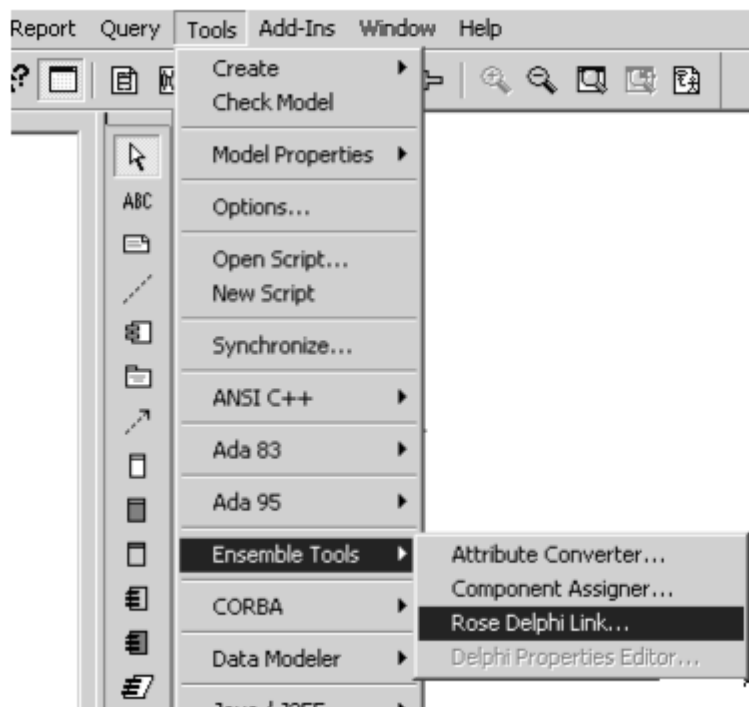

Рис. 14. Меню для выбора процесса кодогенерации
5) Выполните Tools> Ensemble Tools>Rose Delphi Link (рис.14)